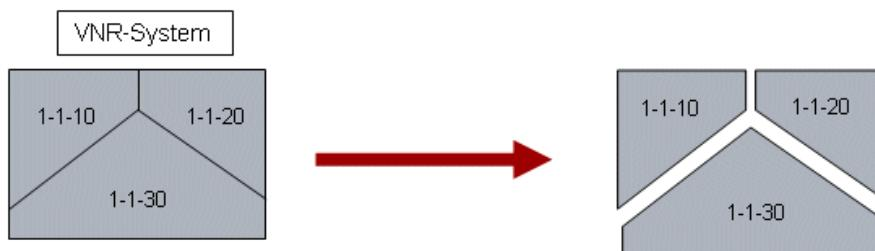

Figure 102: Definition einer VNR-Anlage als mehrere Unteranlagen
- 2) Klicken Sie im Launchpad auf Zugangsverwaltung und anschließend auf **Lizenzverwaltung** (siehe Bild 101). Anschließend wird die Lizenzverwaltungs-Startseite geöffnet (siehe Bild 102).